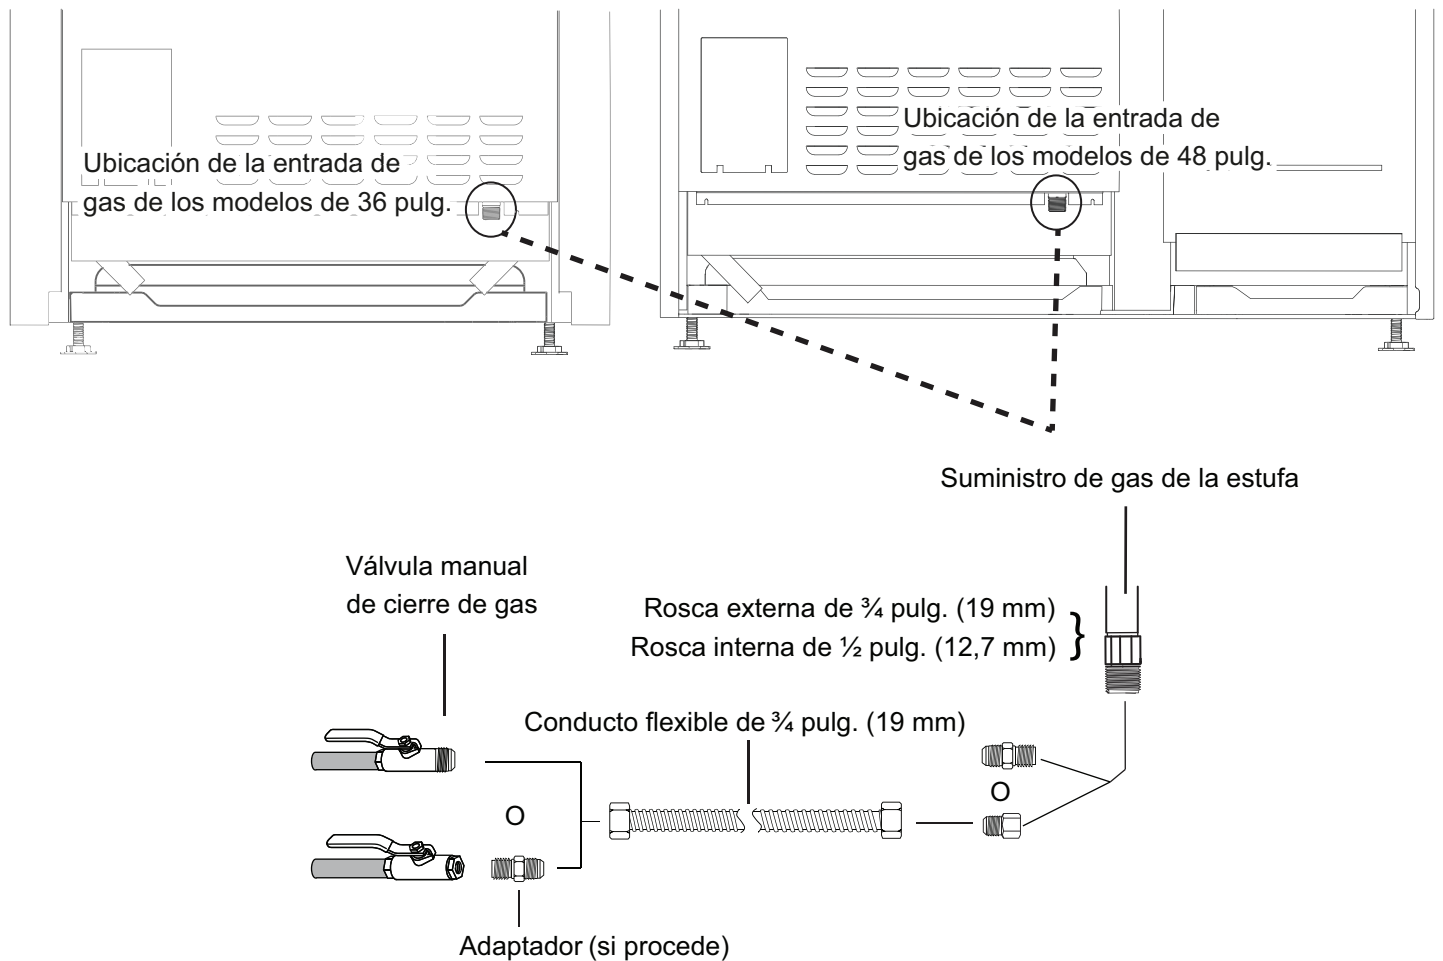

Figura 13: Conexión del colector del suministro de gas
- Utilice un conducto flexible de ¾ pulg. (19 mm) entre el suministro de gas y la línea de suministro del aparato. La línea de suministro de gas está ubicada detrás de la estufa, abajo a la derecha. La línea externa de suministro de gas del aparato tiene una rosca de tipo NPT ¾ pulg. (19 mm) y la rosca interna es de tipo NPT ½ pulg. (13 mm) (vea *Figura 13*).